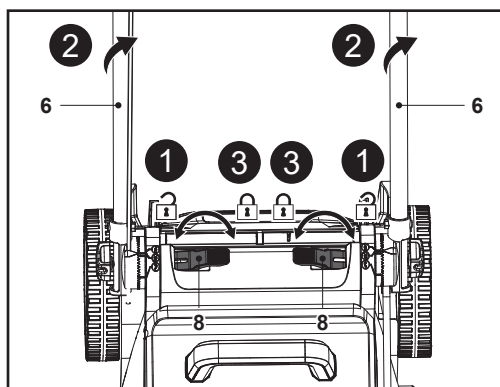

Fig. 11
2. Desdobre as duas alavancas de aperto (8) com a outra mão e, em seguida, rode o conjunto da pega (4, 6) para a outra posição de altura da pega (Fig. 11, passos 1, 2).
3. Certifique-se de que o triângulo de indicação (6b) está alinhado com o indicador de altura da pega (9b/9c) e, em seguida, dobre as duas alavancas de aperto (8) para fixar o conjunto da pega (4, 6) (Fig. 11, passo 3).